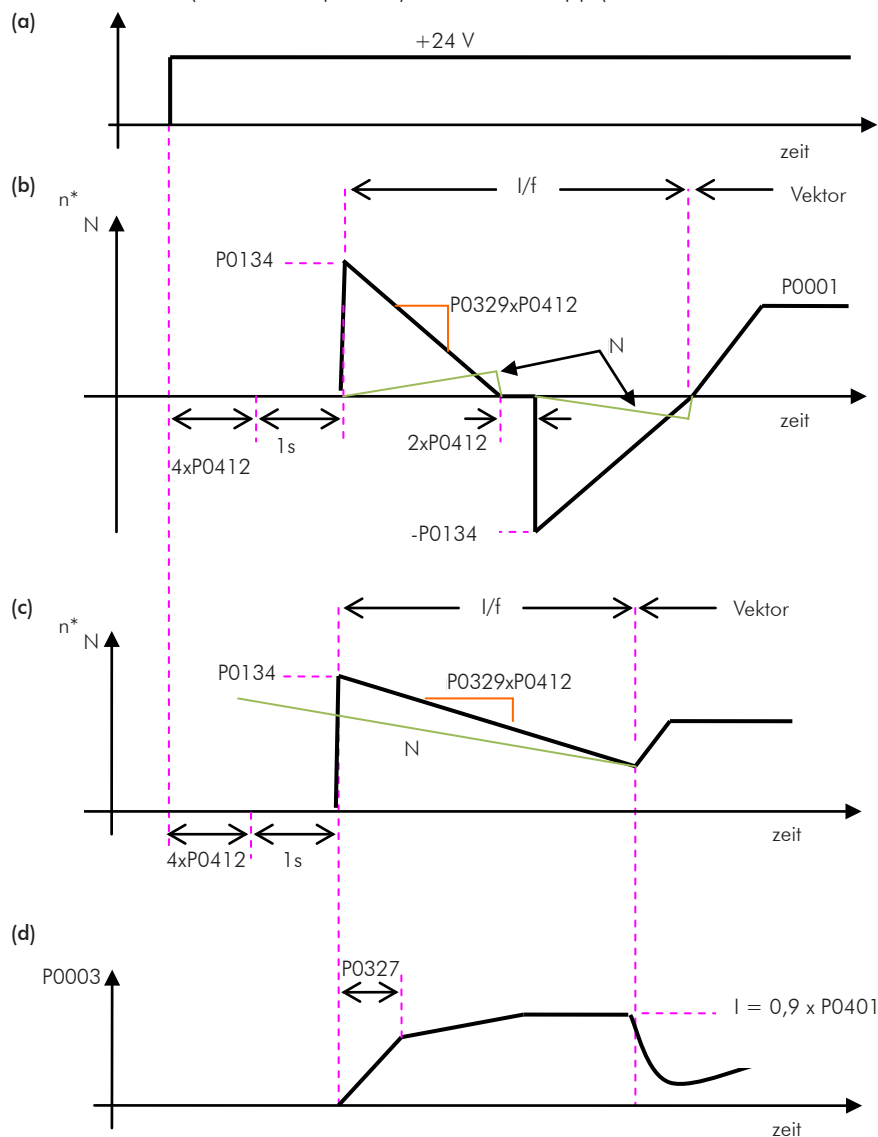

Abbildung 14.6: (a) bis (d) - Einfluss von P0327 und P0329 beim Fliegenden Start (P0202 = 3)
Das Verhalten der Fliegender-Start-Funktion (FS) im sensorlosen Modus beim Beschleunigen und Wiederbeschleunigen ist aus Abbildung 14.6 auf Seite 14-14 ersichtlich.
Die Abbildung 14.6 auf Seite 14-14 \(b\) zeigt das Verhalten des Drehzahlsollwerts, wenn die FS-Funktion bei stehender Motorwelle und kleinem P0329-Wert (nicht optimiert) gestartet wird.
Die Abbildung 14.6 auf Seite 14-14 \(c\) zeigt den Drehzahlsollwert, wenn die FS-Funktion bei bereits in die gewünschte Richtung laufender Motorwelle oder bei stillstehender Welle und einem bereits optimierten P0329 gestartet wird.